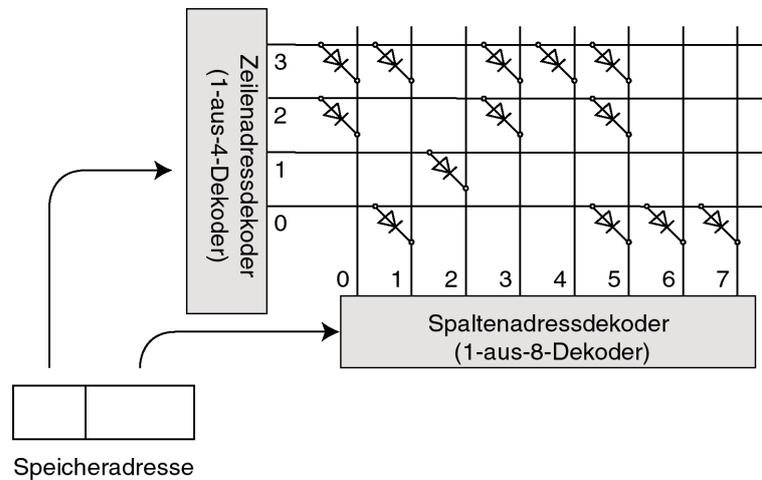

Figure 11.12: Ein Speicherbaustein.
1. Beantworten Sie folgende Fragen zu dem in Abb. 11.12 dargestellten Speicherbaustein: